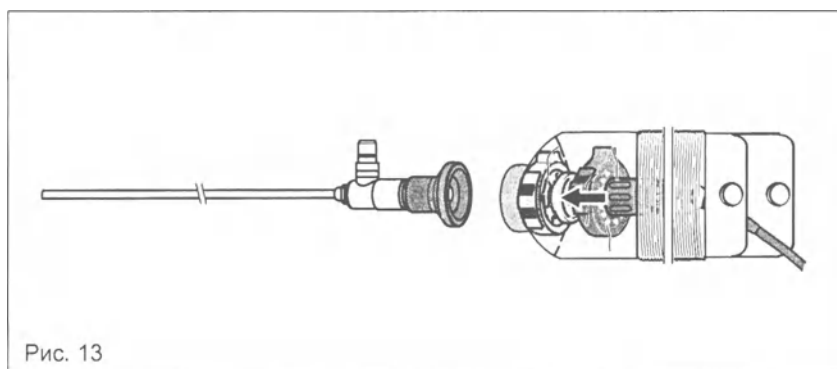

Рис. 14
- ◇ Расширьте отверстие у клейкой ленты и приклейте предохранительный чехол к соединительному элементу (Рис. 14а).